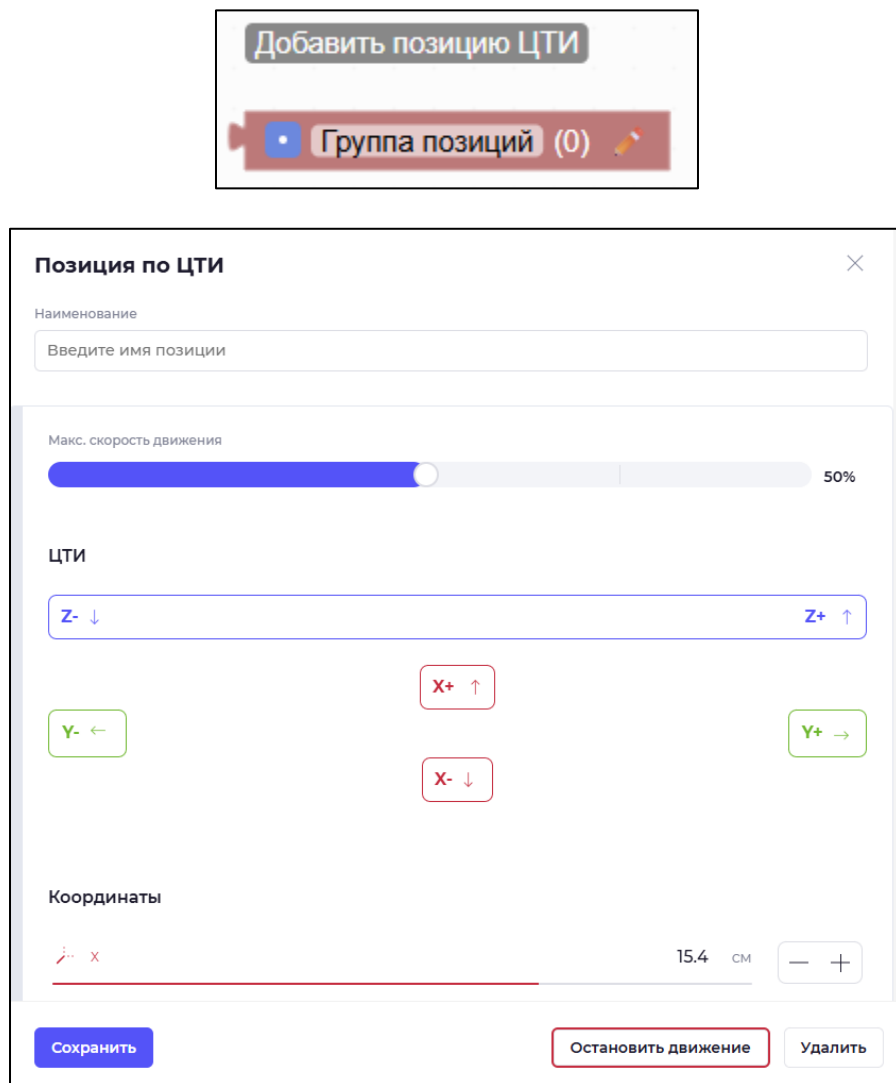

Рисунок 65 – Форма для создания позиции ЦТИ
9. «Позиции ЦТИ» – сохранение и использование точек положения центральной точки инструмента (ЦТИ). Для добавления и сохранения позиций нажмите «Добавить позицию ЦТИ» (см. Рисунок 65).